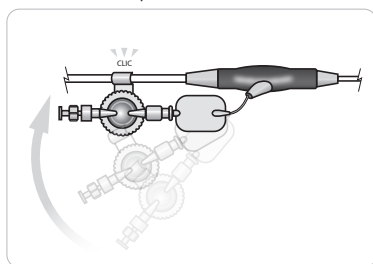

Figura 5.5
6. Innestare la clip di spurgo (collocata sul serbatoio a pressione del braccio laterale trasparente) nel cavo di collegamento come mostrato nella Figura 5.5.